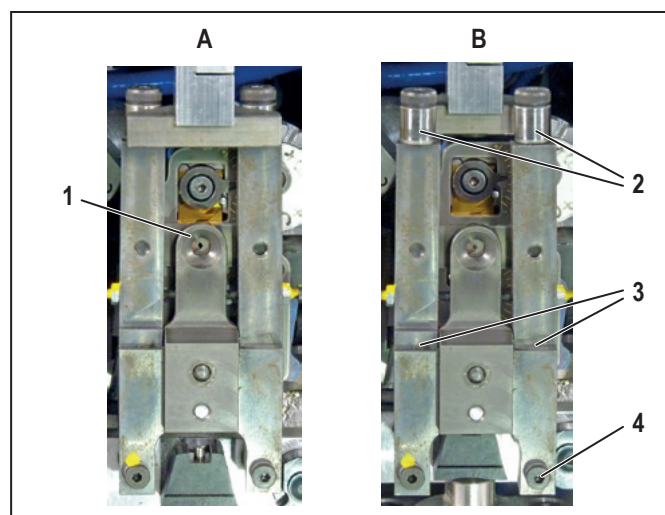

图7.3 在操作位置 (A) 以及拉向前方 (B) 的多股导线固定设备
- ▶ 将多股导线固定设备往前拉 (图 7.3, B)。
- ▶ 确认滚轮 (2) 是否可以自由移动。必要时，润滑滚轮的旋转点。
- ▶ 为多股导线固定设备的旋转点 (3) 上油。
- ▶ 请确保多股导线固定设备在正面 (图 7.3, B)。
- ▶ 移除多股导线固定设备的右下方螺钉 (图 7.3, 4)。